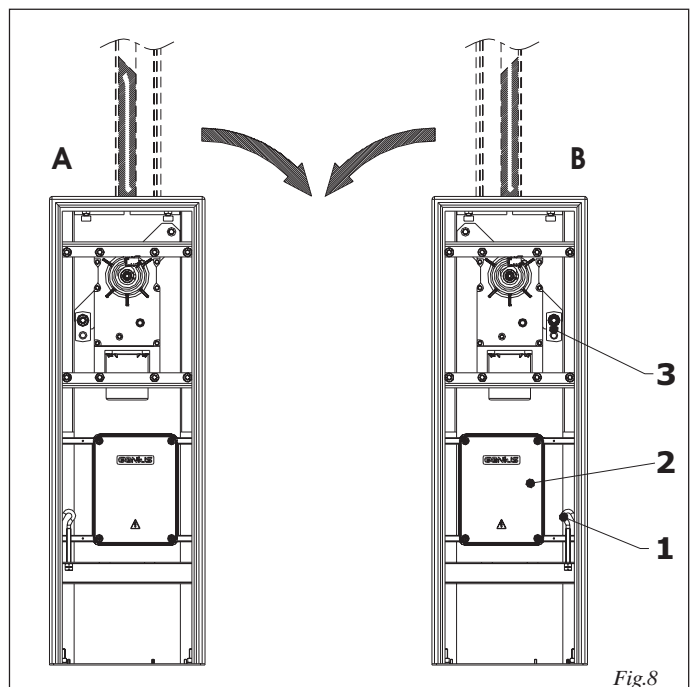

Fig.8
Achtung: Die Automation ist bei der Lieferung für die Linksmontage (Abb. 8, Bez. A) ausgelegt.
Um die Automation von der Linksmontage für die Rechtsmontage (Abb. 8, Bez. B) umzuwandeln, sind folgende Schritte auszuführen:
- Die Zugstange, Bez. 1 Abb. 8, entfernen.
- Die Steuereinheit, Bez. 2 Abb. 8, von rechts nach links versetzen.
- Die Zugstange, Bez. 1 Abb. 8, in die Öffnung auf der rechten Seite der Steuereinheit positionieren.
- Den Befestigungsteller der Feder, Bez. 3 - Abb. 8, vom linken zum rechten Stift versetzen.